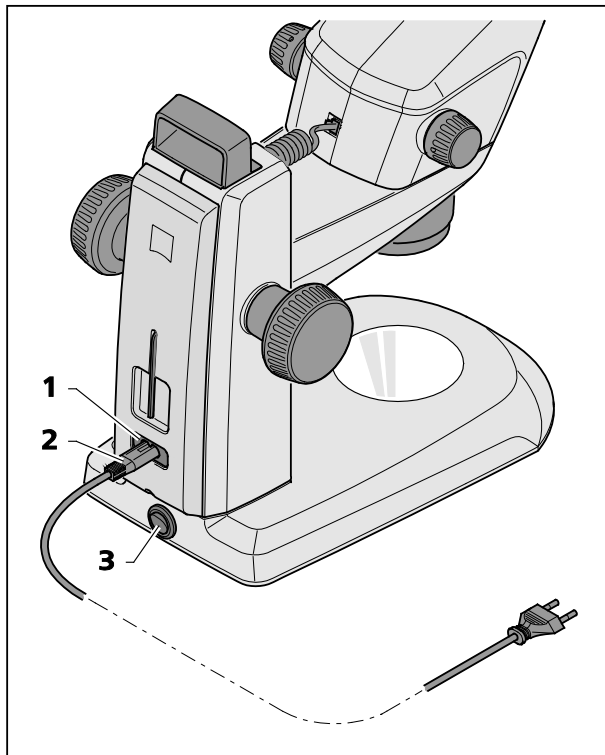

Fig. 17 Allacciare il microscopio stereoscopico
- Inserire il cavo di rete (Fig. 17/2) nella presa di allacciamento alla rete elettrica (Fig. 17/1) dello stativo.
- Connettere il cavo di rete (Fig. 17/2) a una presa di corrente.
- Accendere o spegnere il microscopio mediante l'interruttore di rete (Fig. 17/3).